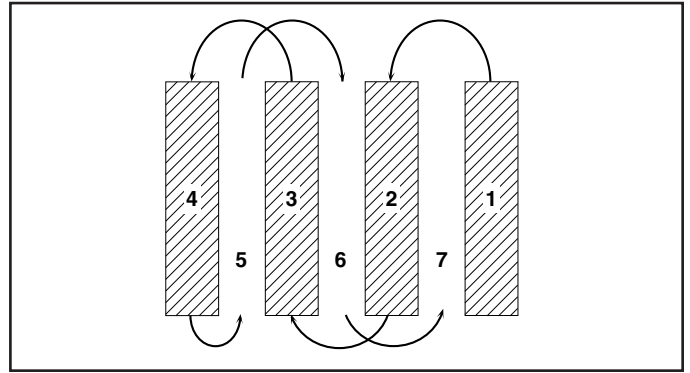

Fig. 15
- Vous trouverez le labourage beaucoup plus facile si vous laissez un sillon non bêché entre les passes. En ce temps-là retourner entre le rang de labourage (Voir la fig. 15). Il y a deux raisons pour faire ceci. Premièrement, des virages larges sont beaucoup plus faciles à prendre que faire des demi-tours. Deuxièmement, la motobineuse ne vous entraînera pas vers le rang bêché qui est le plus proche.